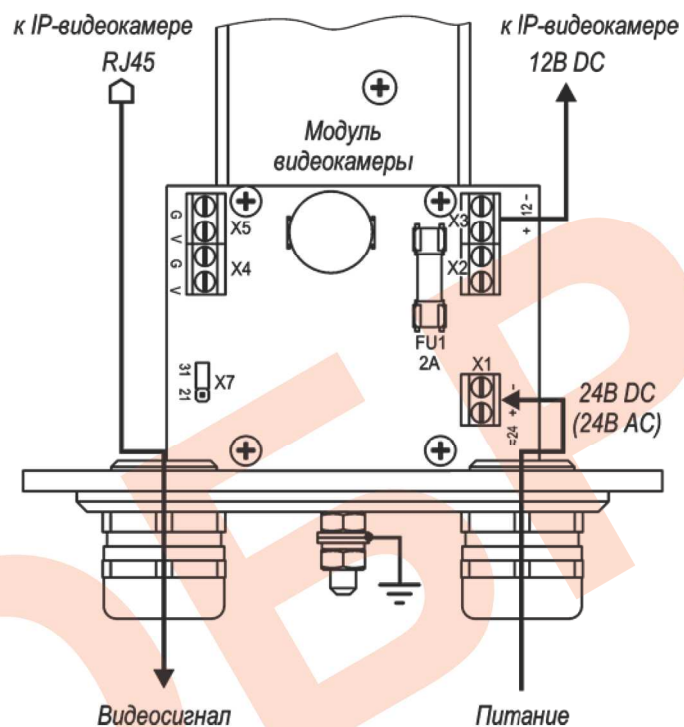

Рис.2 Схема подключения IP-видеокамеры
4. При необходимости изменить мощность обогрева, выкрутить 6 винтов крепления задней крышки гермобокса, выдвинуть модуль видеокамеры из кожуха и установить джампер X7 в нужное положение (рис.2). Установить модуль видеокамеры обратно в кожух. Закрутить 6 винтов крепления задней крышки с усилием $5\pm 0,5$ Нм.
Предприятием изготовителем джампер Х7 установлен в положение «31» - мощность обогрева 31 Вт, для изменения мощности на 21 Вт джампер Х7 необходимо переставить в положение «21» (см. рис.2).